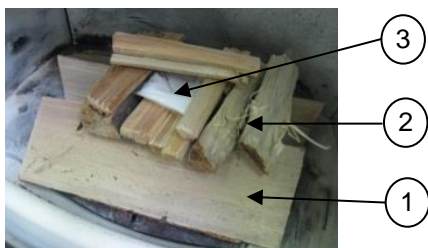

Fig. 4: Vor dem Anzünden
Legen Sie 2 – 3 Stück Scheitholz (gesamt ca. 1,3 kg) unten quer in den Feuerraum (1) mit ausreichend Abstand (mind. 2 cm) zueinander. Darüber kommen ca. 0,5 kg Weichholzspäne (2). Darauf legen Sie in die Mitte eine Anzündhilfe (3) und zünden diese an (siehe Fig. 4).